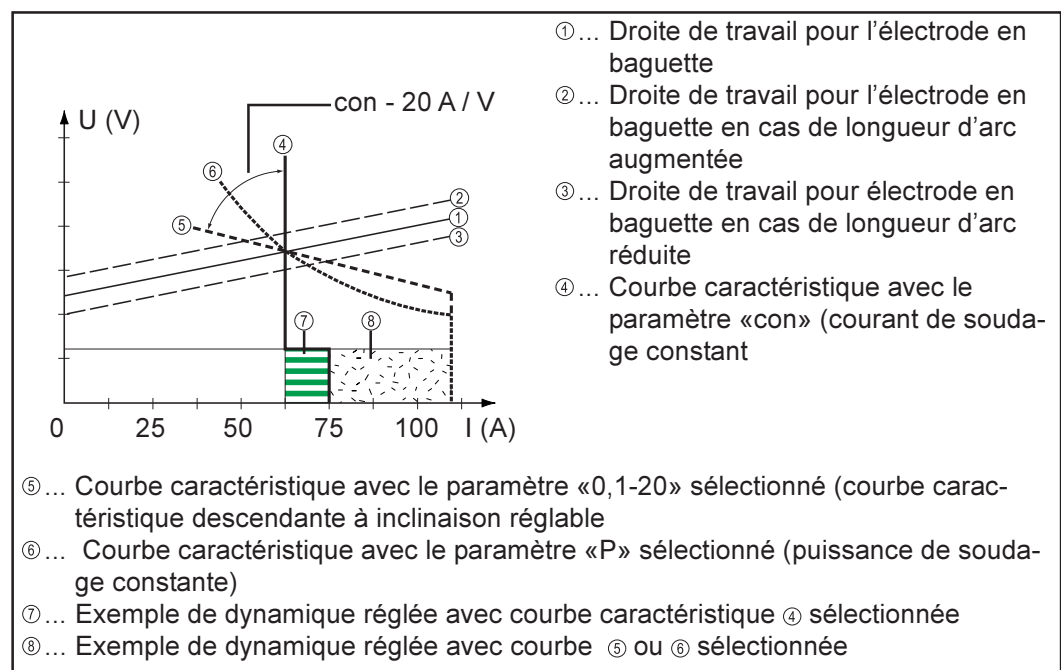

Fig. 25 Courbes pouvant être sélectionnées au moyen de la fonction Eln
- Quand le réglage «P» a été sélectionné, la puissance de soudage reste constante, indépendamment de la tension et du courant de soudage. Une courbe caractéristique hyperbolique ⑥ en résulte (Fig. .25).